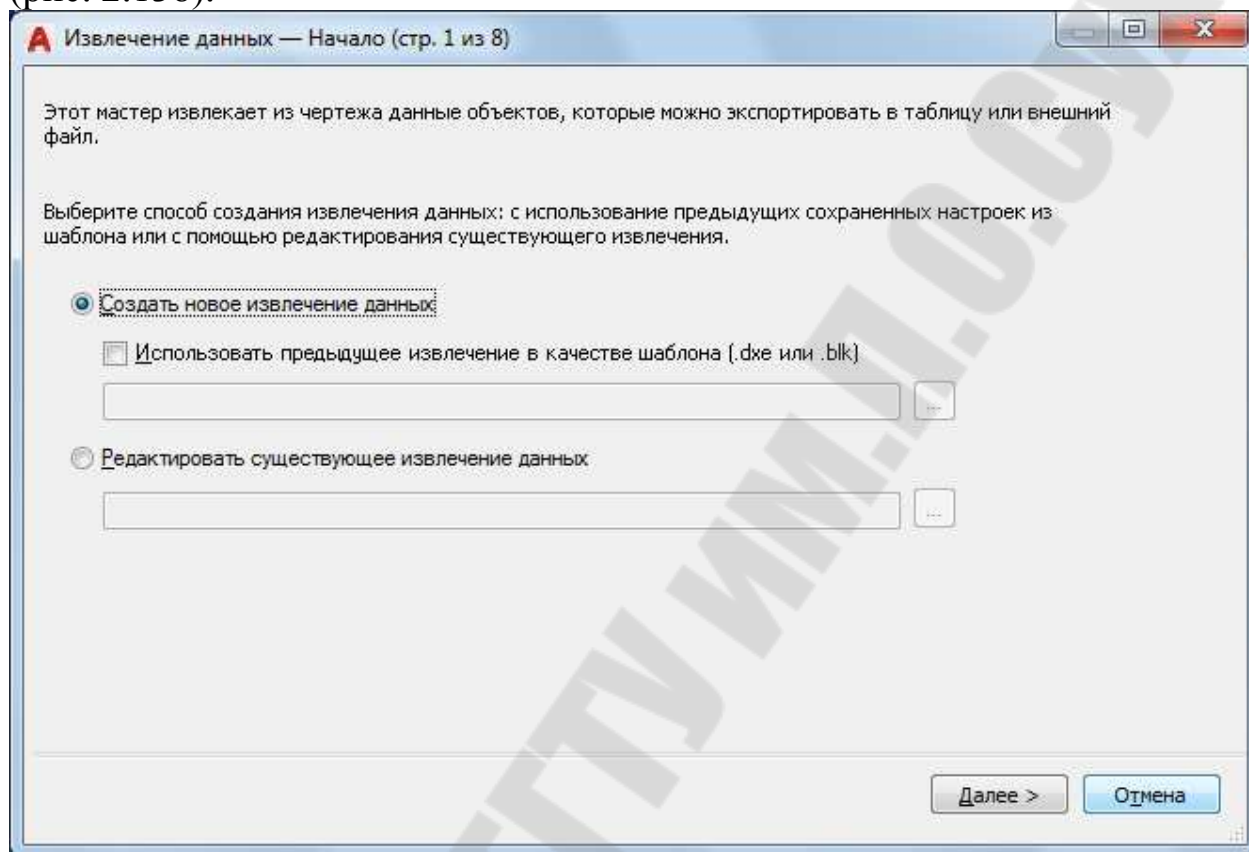

Рис. 2.138. Диалоговое окно «Извлечение данных–Начало»
**Шаг 1. Начало** – запускает процесс извлечения данных (рис. 2.138).